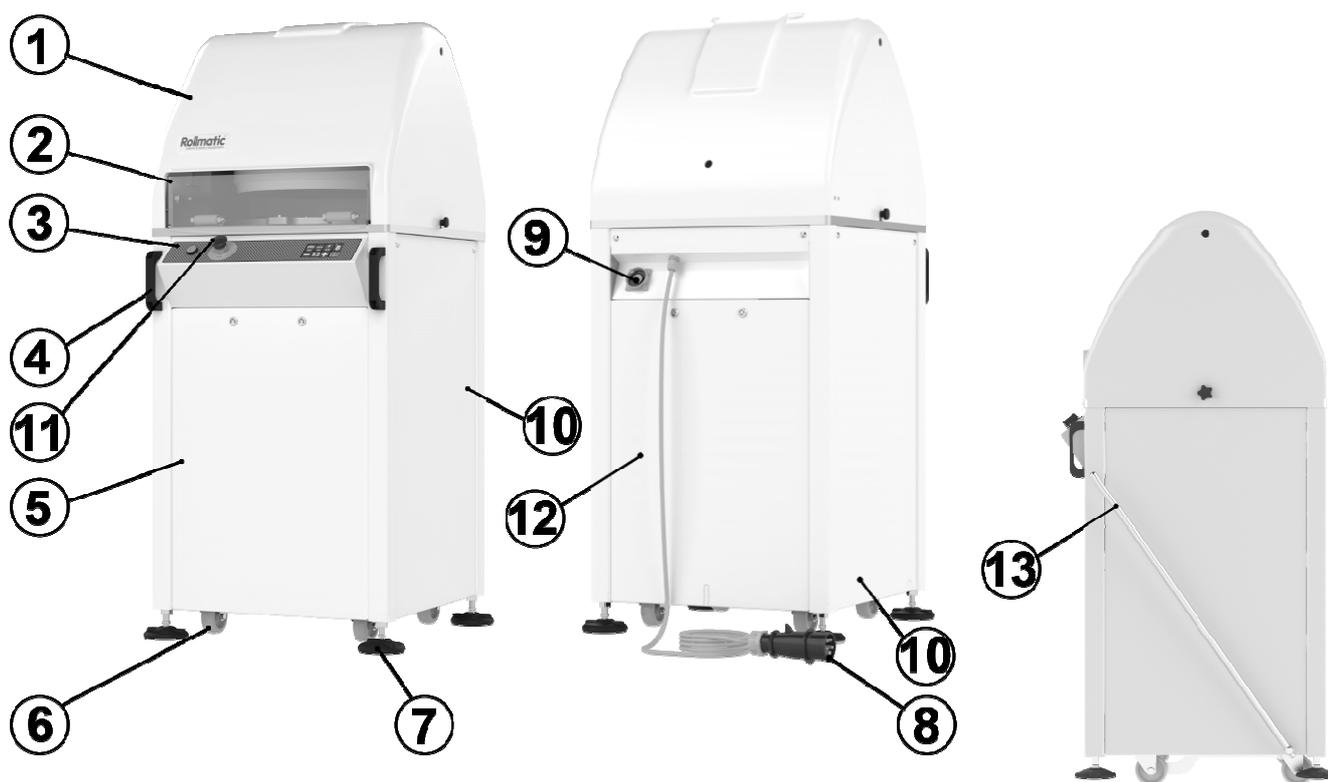

Рис. 1
Помимо несущей структуры, каждое оборудование состоит из (Рис. 1):
- Проверьте закрытие передней дверцы из. 2 (Рис. 1) и корректную установку верхнего
картера из. 1 (Рис. 1).
Установите общий выключатель из. 9 (Рис. 1) в позицию I (ВКЛ). Если все защитные устройства работают корректно, на сенсорном экране из. 2 (